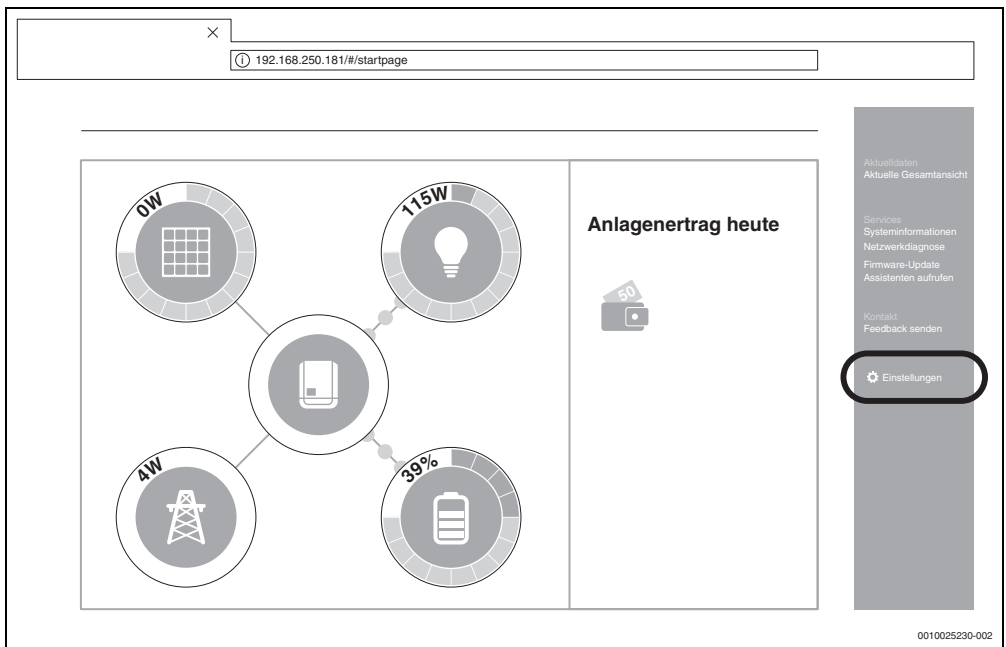

Bild 13 Datamanager (**Für die Fronius Gen24 Plus-Wechselrichter kann die Darstellung in der Web-UI abweichen**)
Die Komponenten sind richtig verbunden, wenn die Übersicht des Fronius Datamanagers der Anzeige in Bild 13 entspricht. Die Anzeige der Batterie (unten rechts) ist optional und kann je nach System entfallen.
4. Im Reiter rechts auf **Einstellungen** klicken (→ Bild 13).